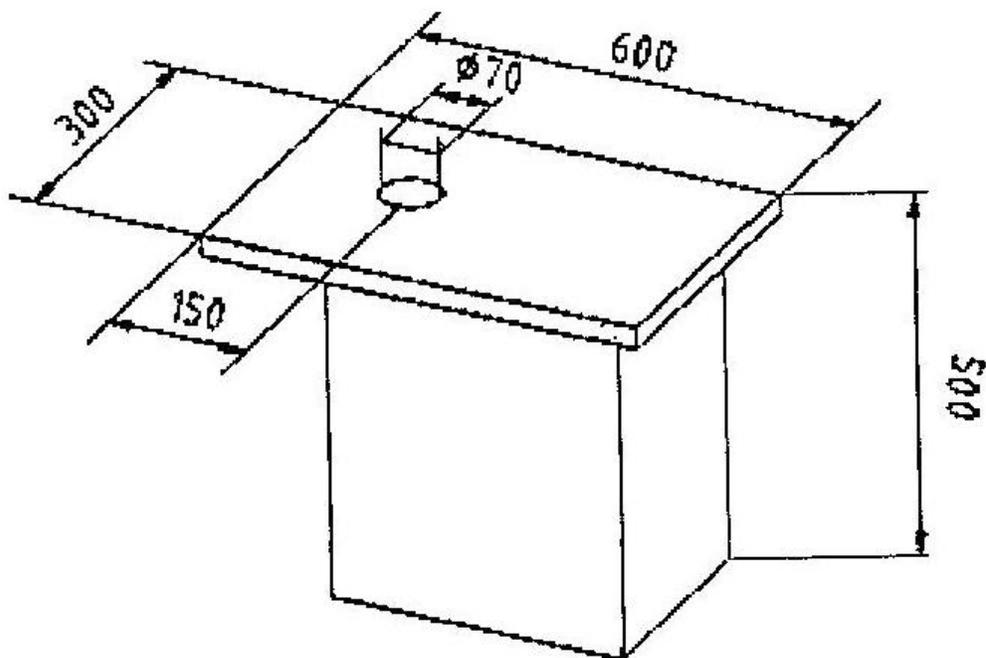

Рис. 6 Схема испытательного стола
- * Испытательный стол (сделанный покупателем) должен быть цементным или металлическим, крепким и прочным способным выдержать твердомер со всеми его дополнительными принадлежностями. Его поверхность должна быть оснащена отверстием диаметром 70 мм для подъемного винта, как иллюстрировано на Рис. 6. Уровень поверхности должен быть 0.2/1000.